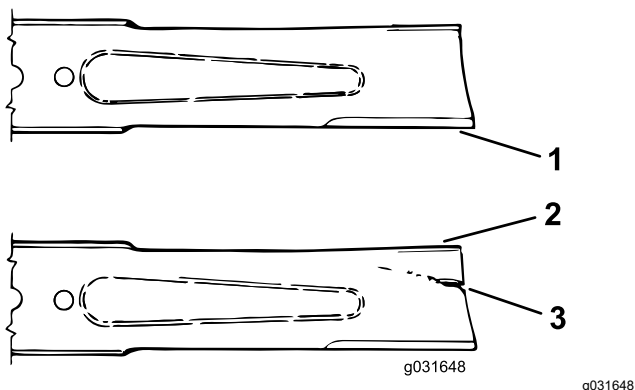

Figure 73
3. Examinez attentivement les tranchants de la lame, particulièrement au point de rencontre de la partie plane et de l'ailette (Figure 73).